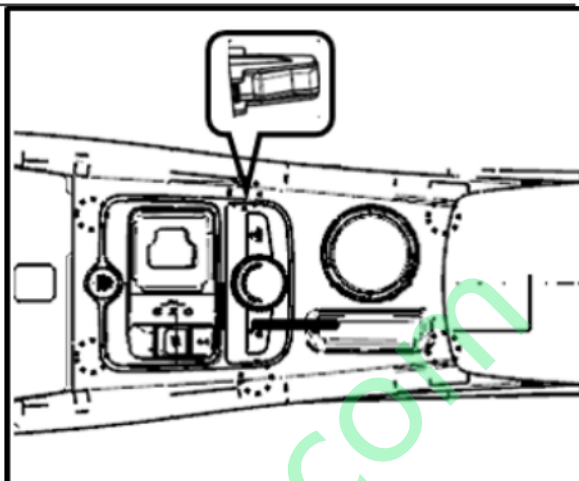

图 1.6.5 换挡操纵机构盖板总成的拆卸
- (1) 先把换挡操纵系统的换挡球头拆卸下来；
- (2) 再用一字螺丝刀沿盖板边沿安装点附近分别撬起一条能放下手指的缝隙，然后双手伸入握着盖板沿 Z 方向拔出，使盖板的六个卡扣全部脱离。如图 1.6.5 所示；
- (3) 拔掉换挡操纵机构盖板后面的接插件，即可取出换挡操纵机构盖板总成。